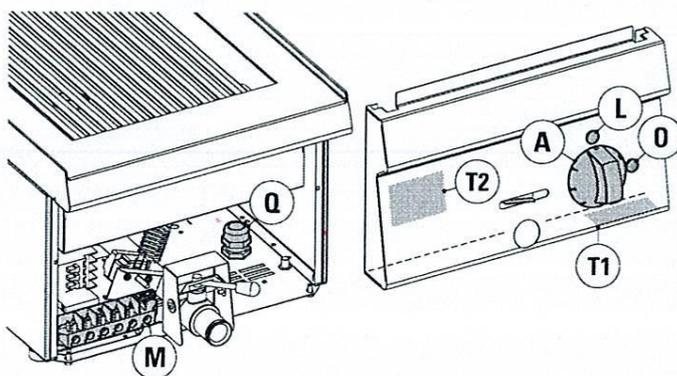

fig.2
Das Typenschild | **T1** Abb.2 | befindet sich unter der Bedienblende (Beispiel):
Das Typenschild | **T2** Abb.2 | befindet sich im Inneren hinter der Bedienblende. Es enthält folgende Daten (Beispiel):
Sollte das Speisungskabel ausgetauscht werden, ist der beiliegende Schaltplan zu berücksichtigen. Um Zugang zum Klemmbrett | **M** | (Abb. 2) zu erhalten, die Bedienblende abnehmen, nachdem die Befestigungsschrauben an der Blendenunterseite herausgeschraubt worden sind. Die Leiter des Netzkabels an der Klemmleiste entsprechend der Angaben im elektrischen Schaltplan anschließen. Das Kabel neben der Klemmleiste führen und außerdem immer dem Boden entlang verlegen und mit der Kabelklemme | **Q** | Abb.2 fixieren.
- Den Drehschalter | A | Abb.2 drehen, bis die Anzeige an der Bedienblende mit dem gewünschten Leistungspegel übereinstimmt.
- Das Aufleuchten der grünen Kontrollleuchte | L | Abb. 2 zeigt an, dass die Regulierung der Leistung aktiv ist (Gerät unter Spannung).